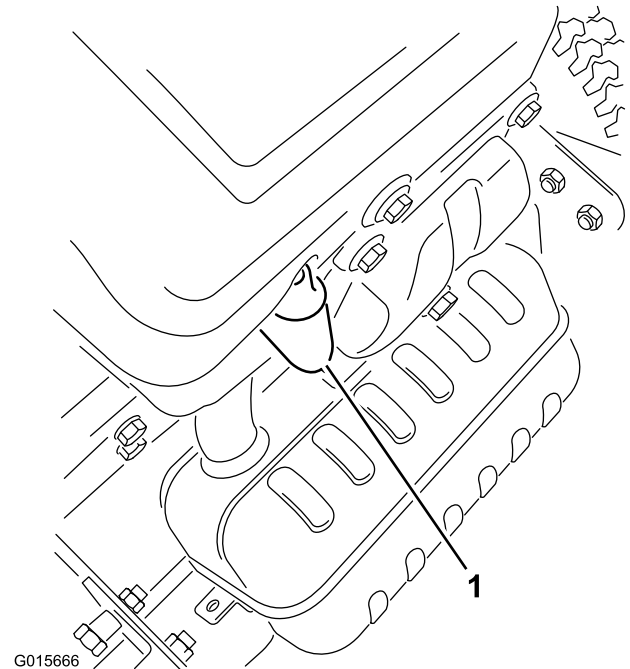

Figura 22
4. Scollegate il cappello dalla candela (Figura 22).